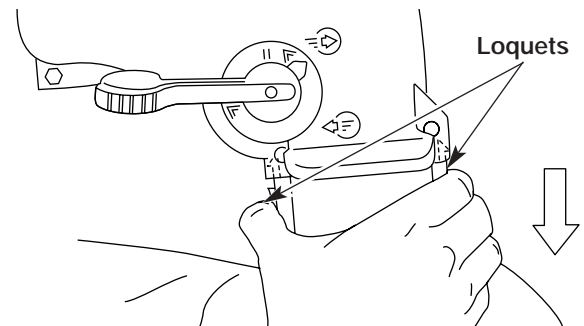

Fig. 20
1. Tout en appuyant sur les loquets situés de part et d'autre de l'adaptateur du sac aspiration, tirez sur le sac de l'aspirateur pour l'enlever de l'appareil (Fig. 20).